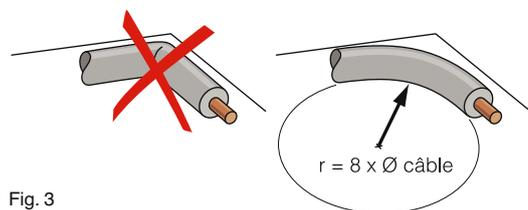

Fig. 3
- Durant la mise en œuvre, les rayons de courbure de pose sont à respecter avec, en règle générale, un rayon de courbure utilisé le plus grand possible et dans tous les cas supérieur à 8 fois le diamètre extérieur du câble ou 12 fois le diamètre extérieur du câble unitaire lorsqu'ils sont mis en faisceau (**fig. 3**).